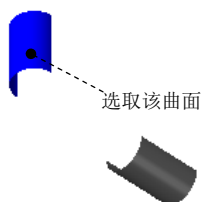

图 5.3.53 定义第一个熔接原始曲面
(1) 选取图 5.3.53 所示的曲面为第一个熔接原始曲面，此时在该曲面上出现“箭头”，拖动鼠标，将“箭头”移动到图 5.3.54 所示的位置单击鼠标，完成第一个熔接原始曲面和熔接位置的定义。